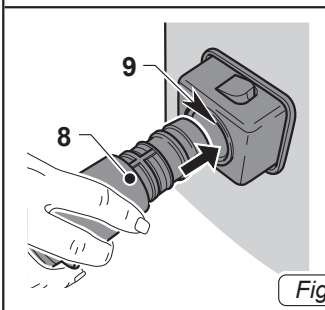

Fig. 6
- Вставить до ограничителя муфту (8 Рис. 6) всасывающего шланга в патрубок (9 Рис. 6), расположенный на баке.
- Для отсоединения муфты (8 Рис. 6) нажать и удерживать кнопку (10 Рис. 6) и одновременно потянуть муфту наружу (8 Рис. 6).